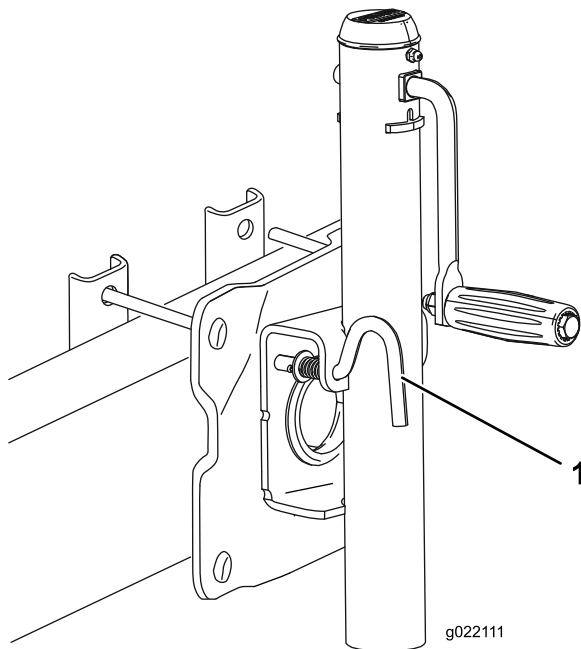

Figura 14
1. Gire el gato a la posición vertical (Figura 14).
Tire del pestillo hacia fuera para girar el gato (Figura 14).